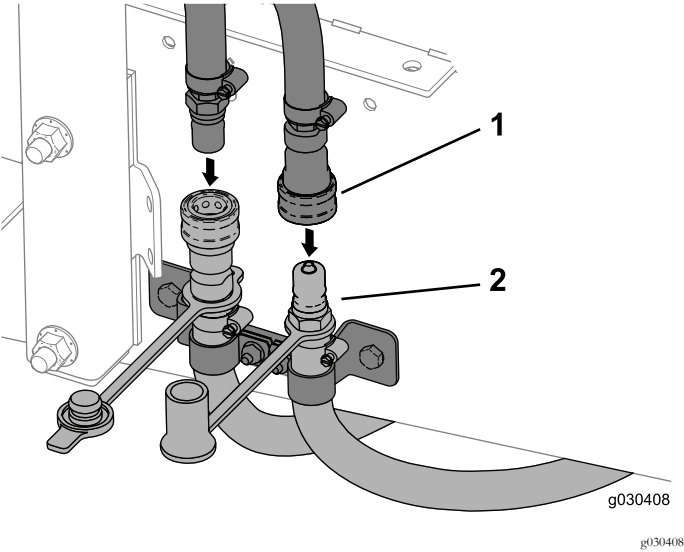

Figura 41
6. Ligue os tubos da cabina aos tubos montados na máquina (Figura 41).